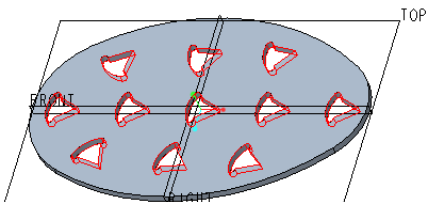

图 5-56 完成填充阵列创建
- 9 在“阵列”选项卡中单击“完成”按钮 ，结果如图 5-56 所示。